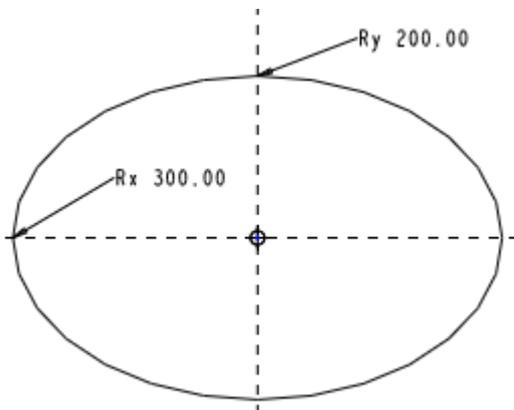

图 49-2
- (1) 单击基准特征工具栏中的  按钮，打开【草绘的基准曲线】对话框。
- (2) 选择 FRONT 基准面为草绘平面，RIGHT 基准面作为参照面，单击【草绘】按钮，进入草绘工作界面。
- (3) 绘制如图 49-2 所示的一个椭圆。